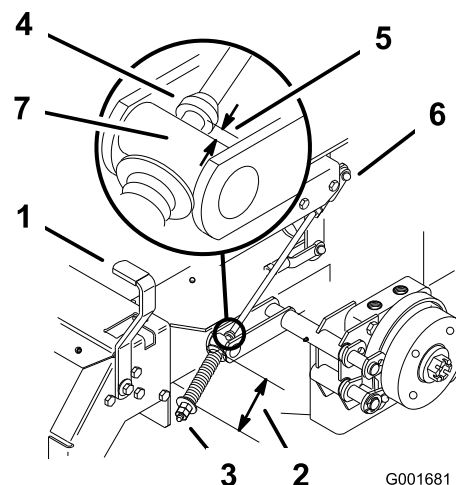

Figure 48
2. Mesurez la longueur du ressort ; les rondelles doivent être distantes de 74 mm (2-3/4 pouces) (Figure 48).
- A. Desserrez l'écrou de blocage situé sous le ressort et serrez l'écrou directement au-dessous de la chape (Figure 48).
6. Mesurez la distance entre le galet de tourillon et le collier sur la tige de frein. Elle doit être comprise entre 5 et 7 mm (3/16 et 1/4 po) (Figure 48).
- B. Tournez les écrous de réglage inférieurs jusqu'à obtention de l'écart voulu (Figure 48).